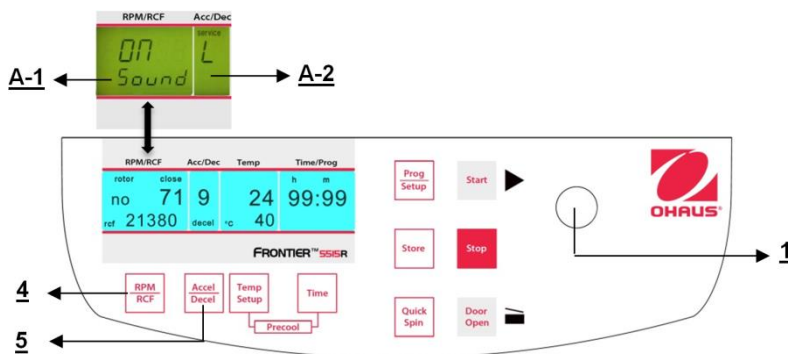

Figure. 32
Poursuivre conformément à la description du paragraphe 4.1.1 pour entrer dans ce mode de programme et appuyer ensuite sur la touche **"Accel/Decel"** (5). Sur l'affichage **"Acc/Dec"** (A-2), le mot **"Service"** clignote. Sélectionner maintenant la lettre **"L"** avec le bouton de réglage (1). Ceci entraîne l'apparition des mots **"On Sound"** sur l'affichage **"RPM | RCF"** (4). En appuyant maintenant sur la touche **"RPM | RCF"** (4), le mot **"On"** clignote et il devient possible de couper le son avec le bouton de réglage (1) (voir la figure 32).